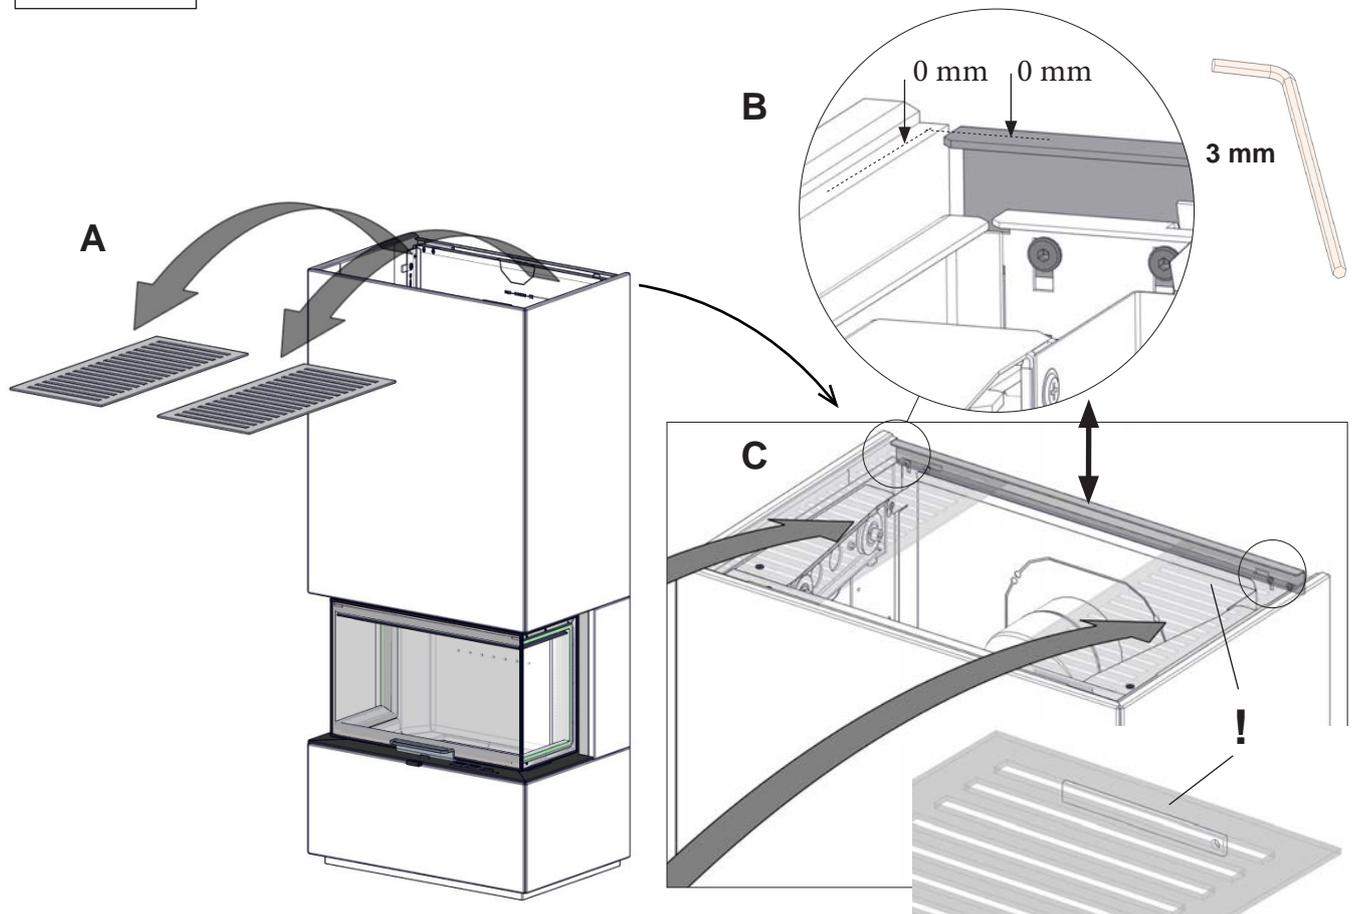

FIG 25
**DE:** Nachdem die Platten ausgerichtet wurden, entfernen Sie die Platten und ziehen Sie alle Rahmenschrauben an der Front an. Bringen Sie erneut die unteren und mittleren Seitenplatten an. Fahren Sie mit der Montage der anderen Platten wie in FIG 20 – FIG 25 gezeigt fort.